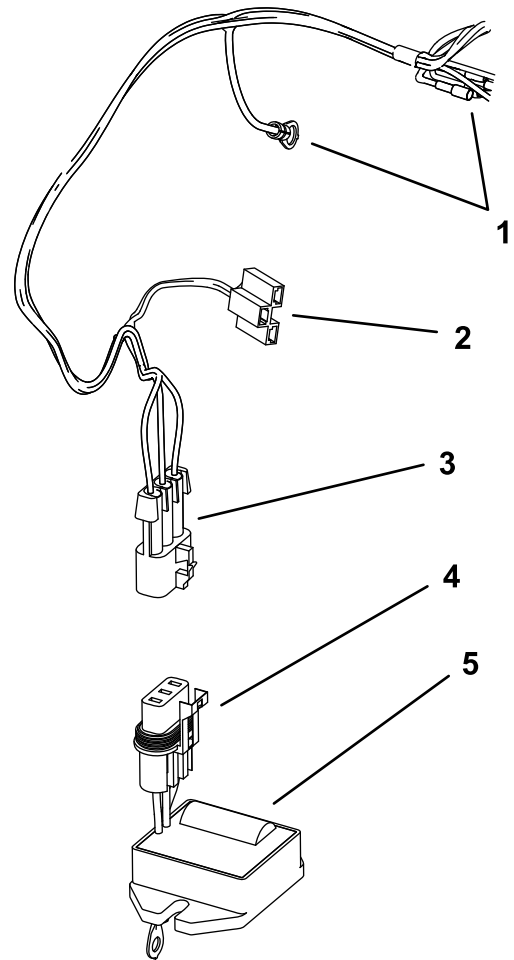

Figura 2
2. Conectai conectorul regulatorului la fasciculul de cabluri al setului cu contor orar wireless (WHM) (**Figura 2**).